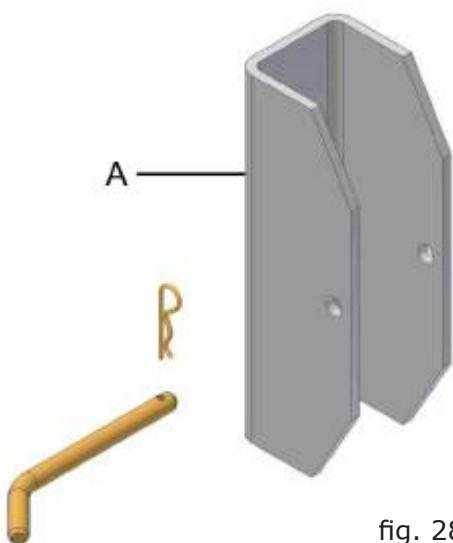

fig. 28
AO TRANSPORTAR A SEMEADORA, COLOQUE OS CALÇOS DE PROFUNDIDADE (A) (FIG. 28) PARA EVITAR A SOBRECARGA NOS CILINDROS HIDRÁULICOS.